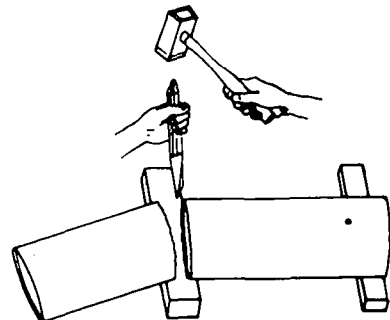

FIG. 11
8.º Passo — Gire e dê novas pancadas na talhadeira até o corte final (fig. 11).